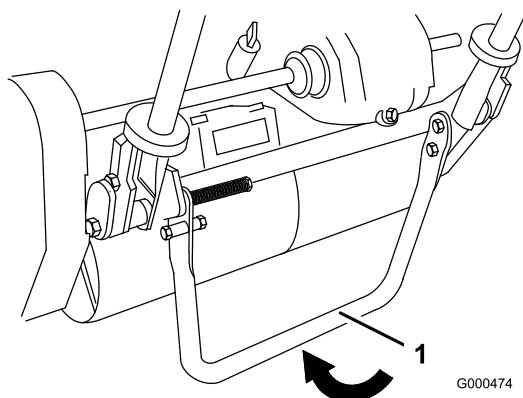

Figura 7
- Baje el soporte con el pie, y tire hacia arriba del manillar hasta que el soporte haya girado hacia delante, pasando el centro del arco (Figura 7).